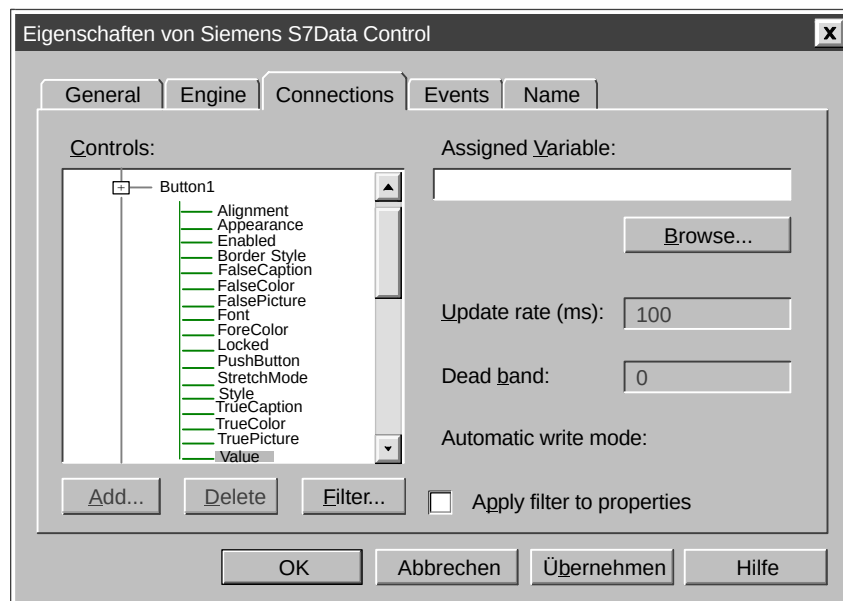

Bild 1-5 Anzeigen der Liste der Eigenschaften
3. Wählen Sie das Control und klicken Sie auf das Symbol "+", um die Liste der Eigenschaften aufzuklappen (siehe Bild 1-5).